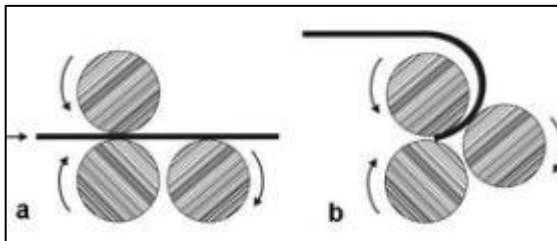

Abbildung 14
13. Betätigen Sie den Griff; wenn das Material erreicht den Punkt, an dem der Radius beginnen (a, Abbildung 14), die Maschine stoppen und heben Sie die Leerlaufrolle an jedem Ende gleich weit an, um die gewünschte Biegung zu erreichen.
14. Rollen Sie erneut und fahren Sie fort, bis die Biegung abgeschlossen (b, Abbildung 14). Unterstützung Werkstück beim Verlassen der Maschine.